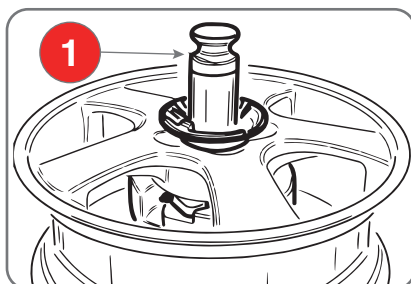

Fig. 6.11
- Saisir la poignée de centrage (1 - Fig.6.11) et, en adaptant manuellement la roue, introduire la tige dentée dans son trou traversant (Fig.6.11).